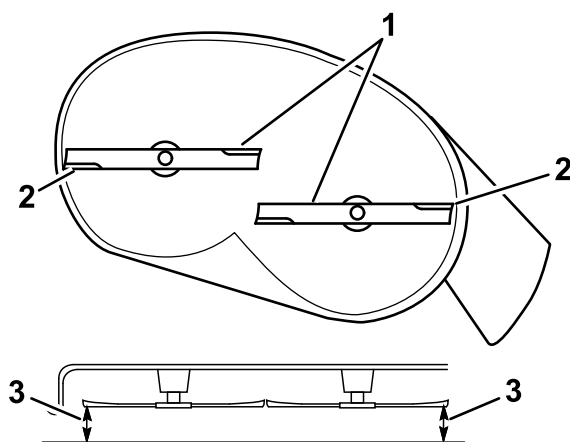
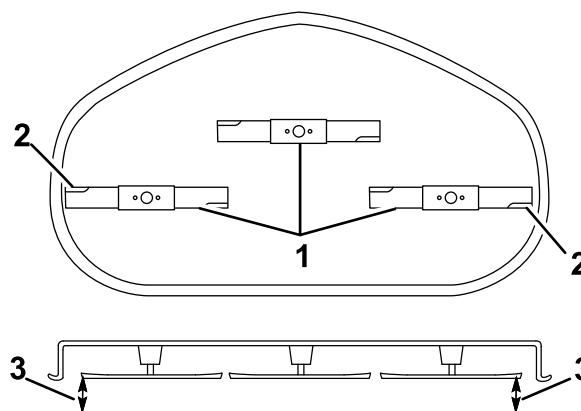

Figura 64
Figura 65
5. Misurate la distanza tra i taglienti esterni e la superficie piatta (Figura 64 e Figura 65).